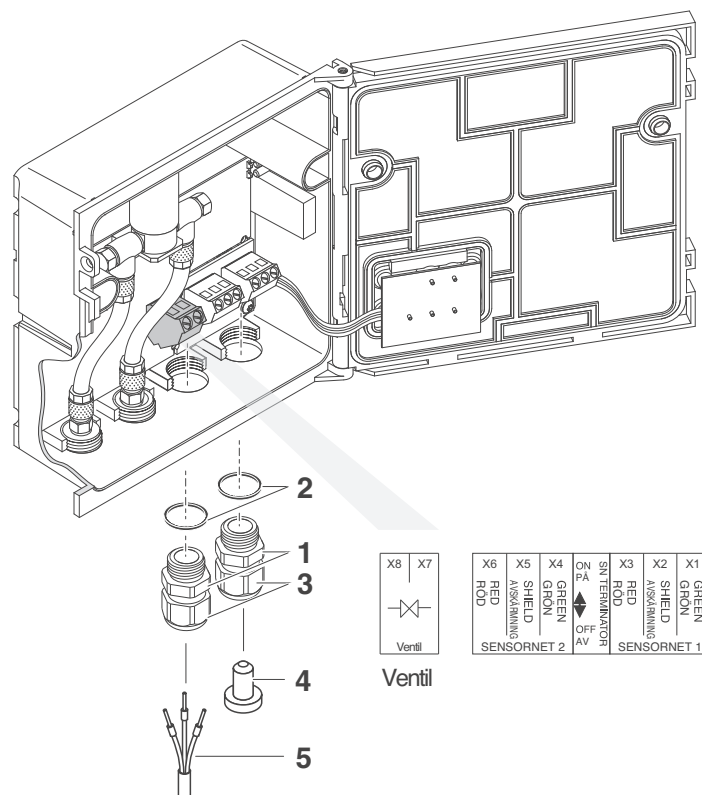

Fig. 3-1 Klämvslutning för ventilens styrledning
- 2 Skruva fast packboxen (pos. 1 i Fig. 3-1) med tätningringen (pos. 2) in i den vänstra anslutningsöppningen.
- 3 Lossa kopplingsringen (pos. 3 i Fig. 3-1).
- 5 Anslut ledningarna till ventilens styrledning (pos. 5 i Fig. 3-1) till klämvslutningen för ventilens styrledning. När du gör det, var uppmärksam på specifikationerna på etiketten som finns under uttagslisten.
- 6 Dra åt kopplingsringen (pos. 3 i Fig. 3-1).
Skruva in en packbox med tätningring i den fria öppningen och stäng den med den medföljande blindpluggen (pos. 4 i Fig. 3-1).
- 9 Dra åt kopplingsringen (pos. 3 i Fig. 3-1).